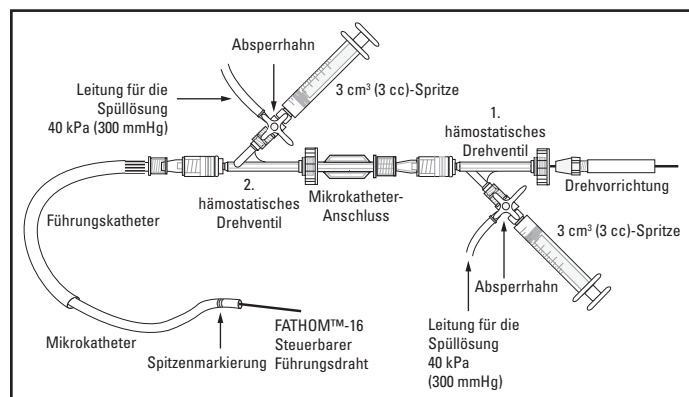

Abbildung 1: Beispielkonfiguration für kontinuierliche Spülung
Die empfohlene Einrichtung der kontinuierlichen Spülung ist in Abbildung 1 dargestellt.
- Ein hämostatisches Drehventil (Typ Tuohy-Borst) gemäß Abbildung 1 am Luer-Anschluss des Führungskatheters anschließen, um den Führungskatheter kontinuierlich mit Kochsalzlösung zu spülen (für diesen Zweck eignet sich ein Kompressionsverband).
- Den Mikrokatheter mit dem vorgeladenen Führungsdraht gemäß **Abbildung 1** vorsichtig durch das hämostatische Drehventil in den Führungskatheter einführen. Die Entlüftungskappe des hämostatischen Drehventils um den Mikrokatheter festziehen, sodass ein Rückfluss verhindert wird. Der Mikrokatheter muss im Ventil jedoch noch etwas Spielraum haben.
- Über das am Mikrokatheter angeschlossene hämostatische Drehventil (siehe Abbildung 1) eine kontinuierliche Spülung herstellen. Sicherstellen, dass die Entlüftungskappe des hämostatischen Drehventils geschlossen ist, und den Mikrokatheter mit dem vorgeladenen Führungsdraht spülen.